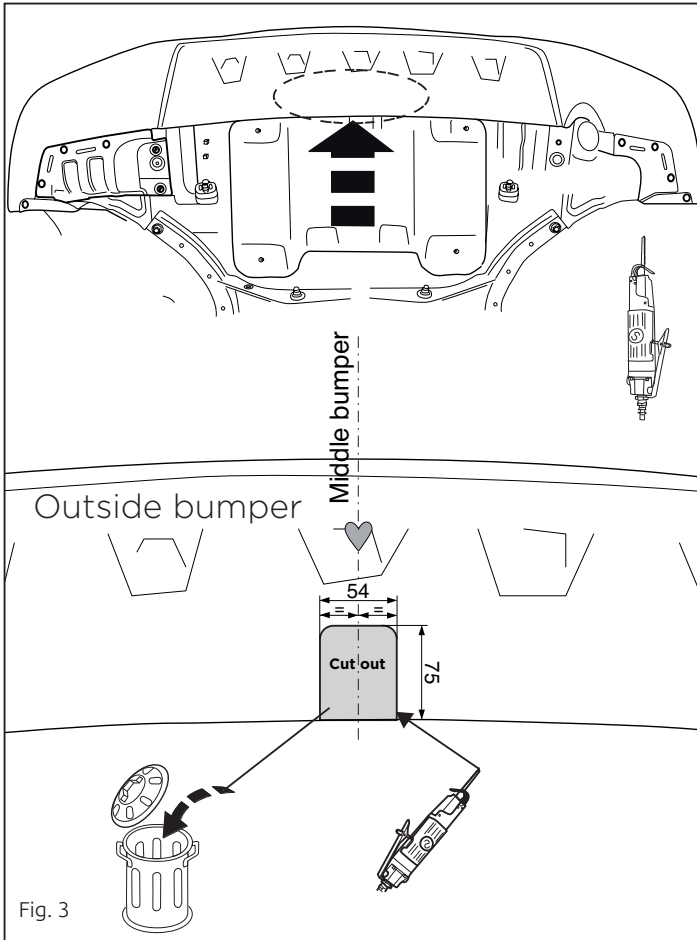

Fig. 3
3. Выпилить обозначенную часть, как указано на рис. 3.